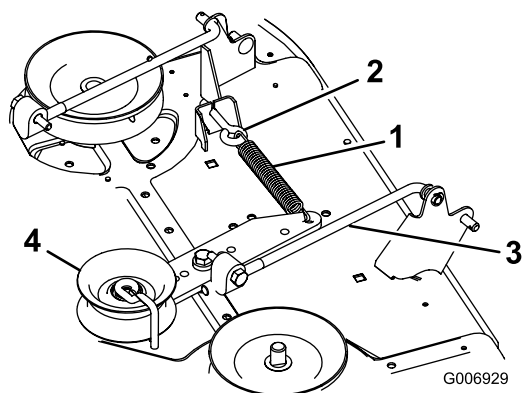

Figure 45
- Accrochez le ressort du bras de la poulie de tension au boulon à œil du plateau de coupe (Figure 45).